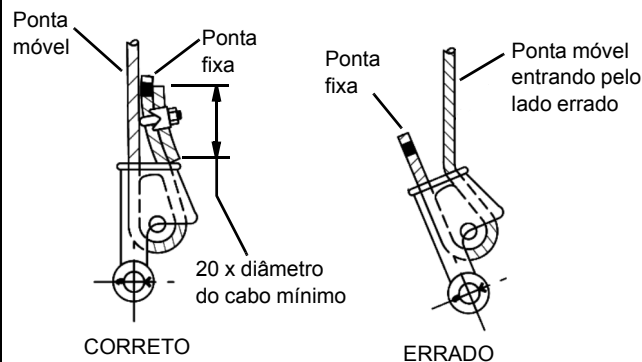

FIGURA 4-8
- Conecte o terminal com cunha à extremidade livre do cabo, como mostrado na Figura 4-8. Se estiver usando um terminador com cunha, consulte a Figura 4-7.
3. Enrole o cabo em volta da cunha e insira a ponta fixa de volta no terminal. Puxe a ponta móvel até que o cabo e a cunha estejam fixos no terminal. O comprimento da ponta fixa que fica exposta deve ser de pelo menos 20 x o diâmetro do cabo (Figura 4-8).